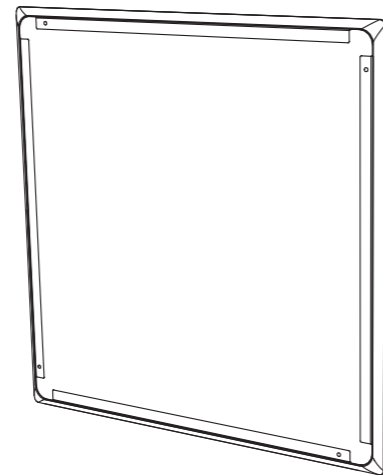

Fig. 19. Install the paint mask
2. Druk het verfmasker in de voorkant van het achterste blik, waar het door magneten op zijn plaats wordt gehouden. Dit masker wordt op zijn plaats gelaten terwijl het plafond en de omliggende omgeving van het frame worden geverfd (Afb.19).